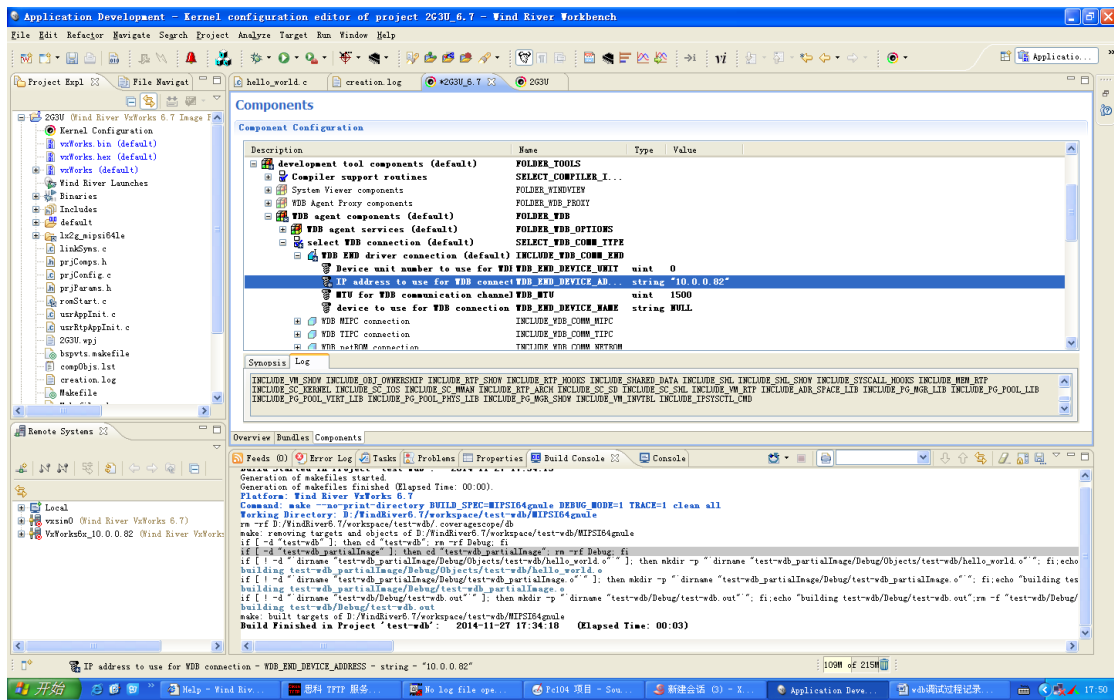

图 B. 2 WDB\_COMM\_END 组件配置图
(2) 配置组件 INCLUDE\_WDB\_COMM\_END 相应的 IP 为 “10.0.0.82” (一定要加双引号), 如图 B.2 所示。